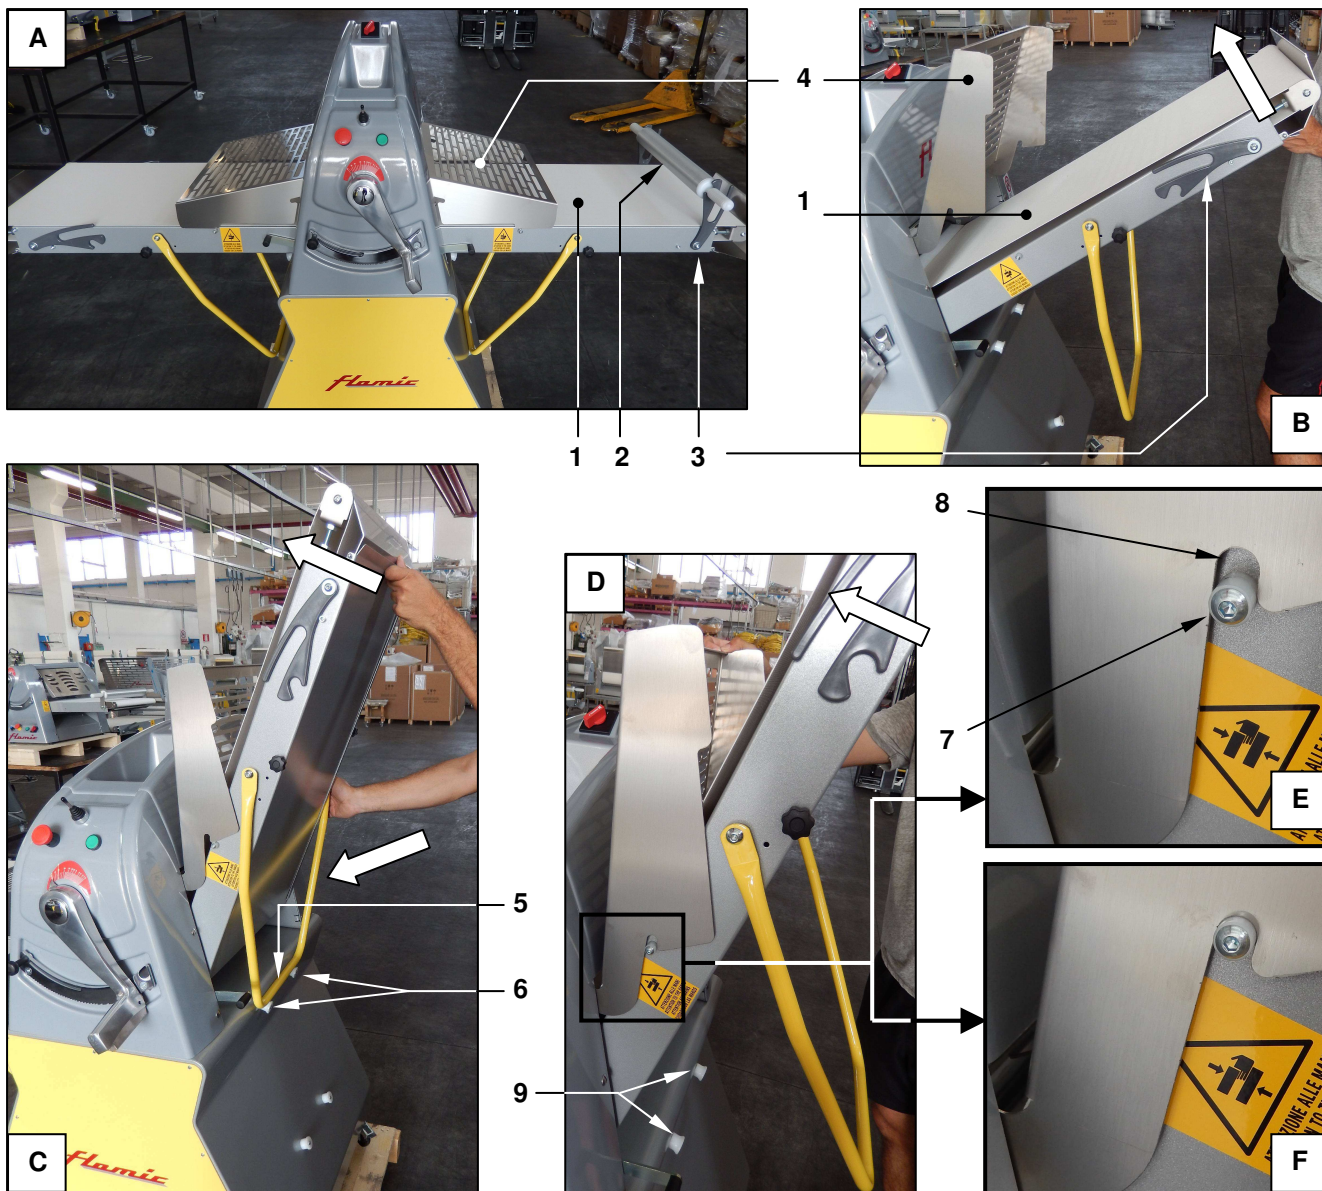

Рис. 17 - Подъём/опускание столов (модель SF500)
Для перемещения стола (1) из положения на фото А в положение на фото С или фото F (Рис. 17):
- снимите скалки (2) и опустите кронштейны (3)
- полностью поднимите ограждение (4) (см. пар. 3.5.1)
- поднимите стол (1) (фото В),
- для $L_{\text{стол}} \leq 850$ мм: оператор, поддерживая стол одной рукой, второй рукой должен установить опору (5) на выступы (6) (фото С) - для $L_{\text{стол}} > 850$ мм: пока один оператор поднимает и удерживает стол двумя руками, второй оператор должен установить опору (5) на выступы (6)